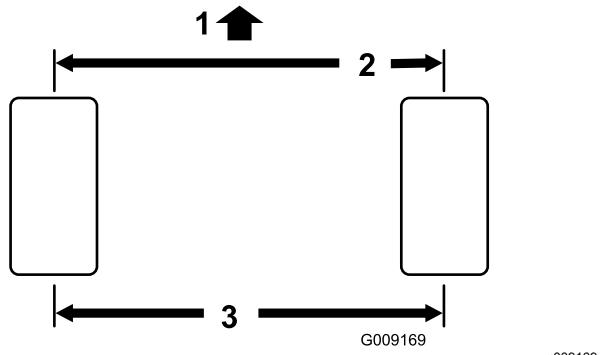

Figura 91
1. Misurate l'interasse (all'altezza dell'assale) sulla parte anteriore e posteriore degli pneumatici di sterzo. La misurazione anteriore deve risultare di 3 mm inferiore a quella posteriore (Figura 91).